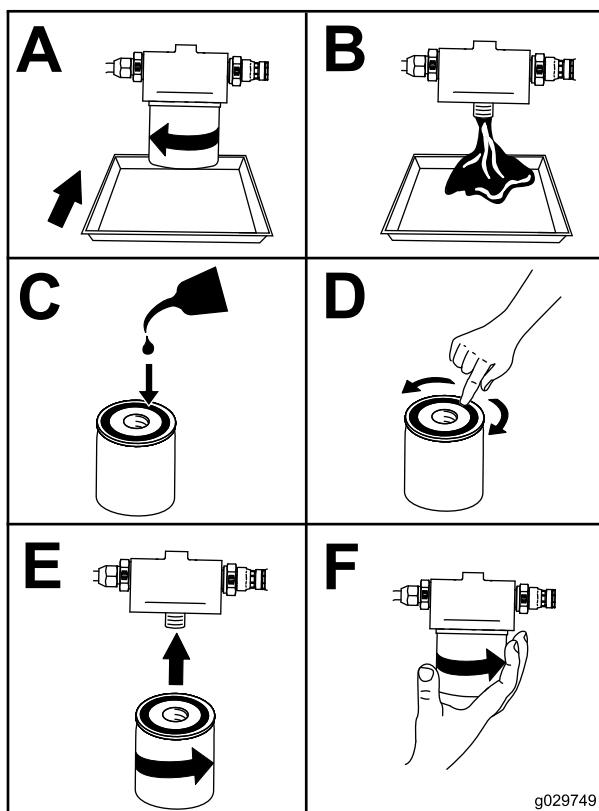

Figura 50
- Cambiate il filtro dell'olio (Figura 50).